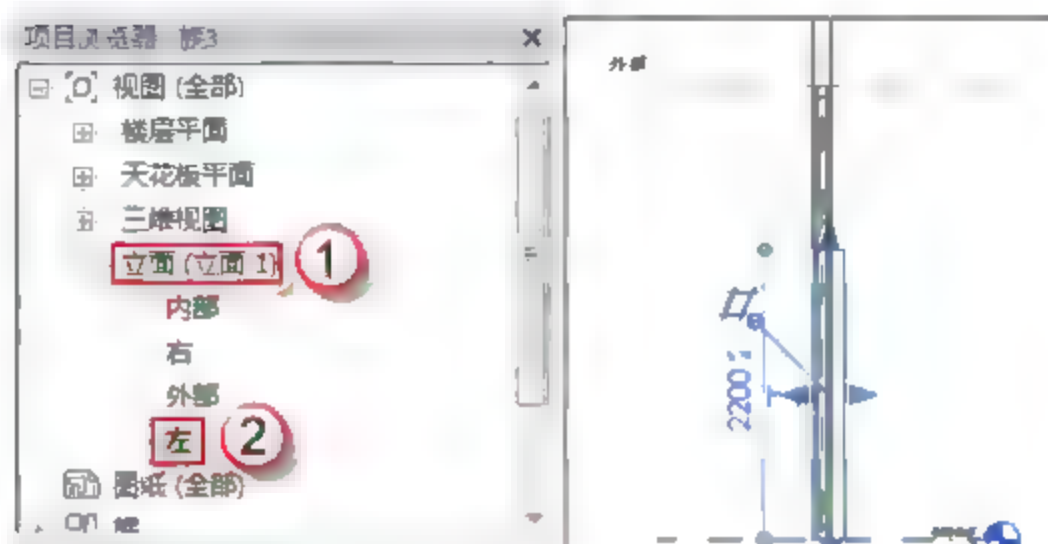
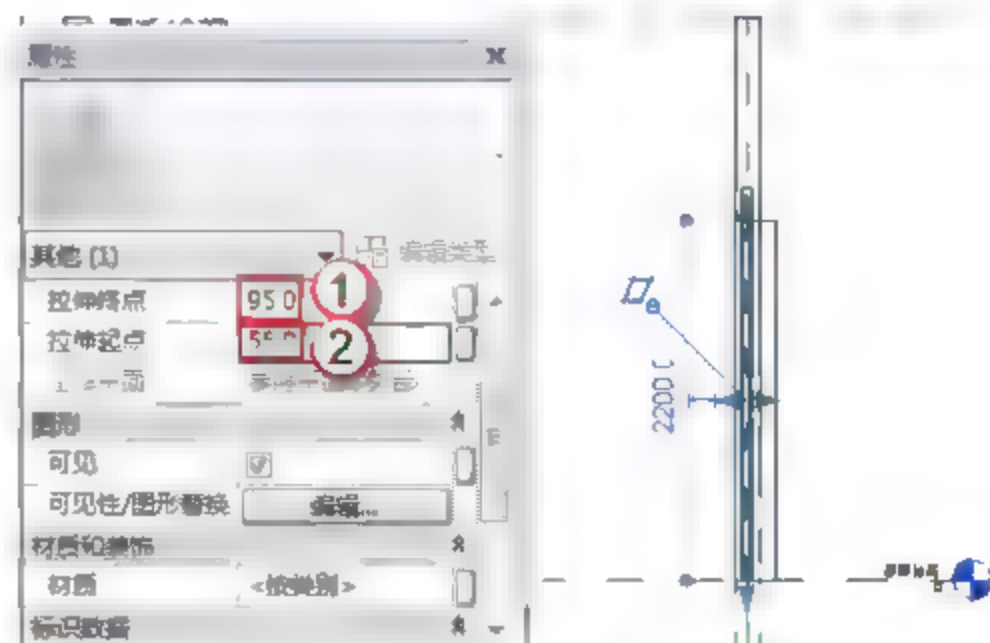

图 6.3.59 MC2934 门板的左立面图
图 6.3.60 修改门板的位置及厚度
(17) 修改 MC2934 的门板的位置及厚度。选择“项目浏览器”中的“立面(立面1)”→“左”命令,可以进入 MC2934 的左立面视图,如图 6.3.59 所示。选择绘制好的门板,打开“属性”面板,在“拉伸终点”中输入“95”字样,在“拉伸起点”中输入“55”字样,如图 6.3.60 所示。